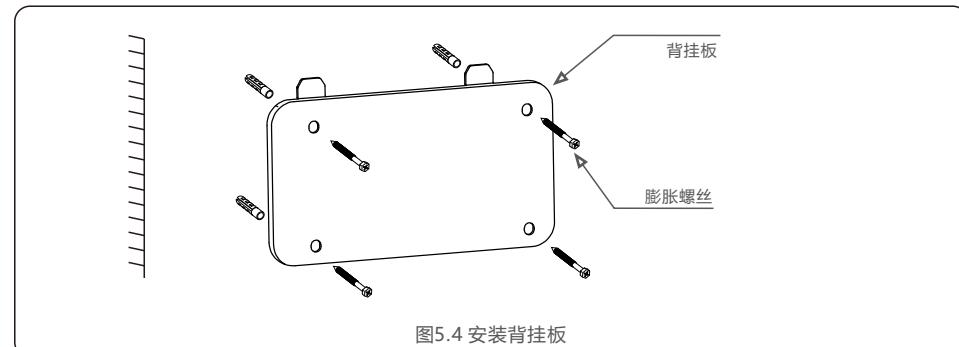
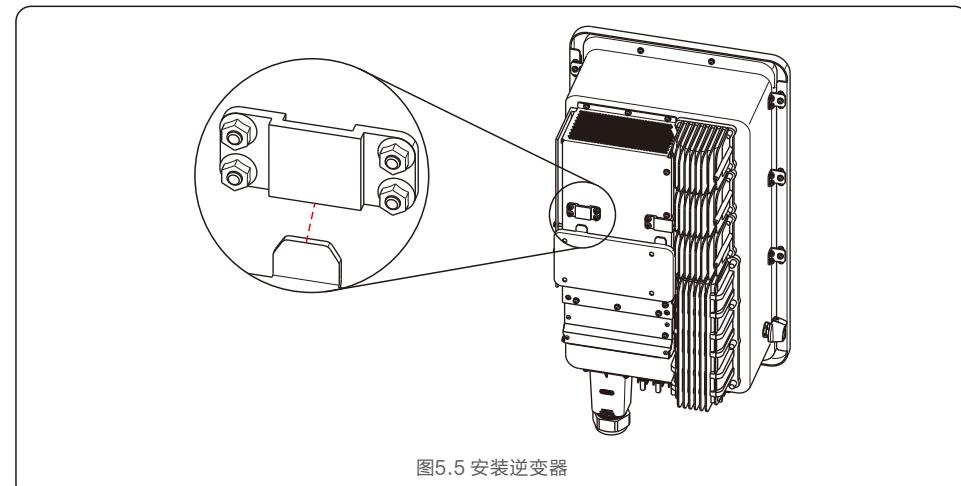

图5.4 安装背挂板
图5.5 安装逆变器
参考图 5.4 以及图 5.5 来安装逆变器。逆变器必须垂直安装。安装步骤如下：
2. 确保支架是水平的，安装孔（如图5.4）是正确标记的。通过标记处钻入墙。